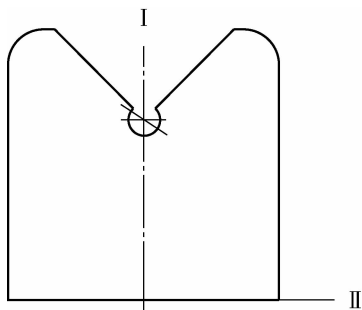

图 1-3 划线基准的选择
(4)选定划线基准。在选择划线基准时,应先分析图样,找出设计基准。使划线基准与设计基准尽量一致,这样能够直接量取划线尺寸,简化换算过程和减少划线误差。由于划线时,零件的每一个方向的尺寸都需要一个基准,因此,平面划线时一般选两个划线基准。此工件划线基准可选左右对称中心线Ⅰ和底面Ⅱ,如图1-3所示。